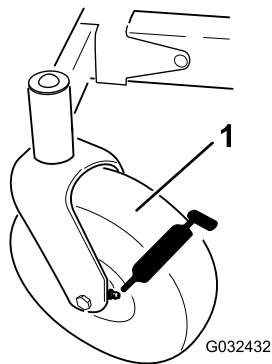

Figura 33
3. Limpie los engrasadores (Figura 33) con un trapo.
4. Conecte una pistola de engrasado a cada engrasador (Figura 33).